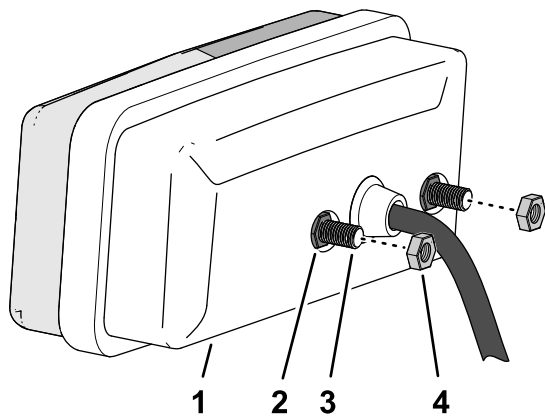

Figura 57
1. Rimuovete i 2 dadi (5 mm) da ciascuno dei fanali posteriori (Figura 57).